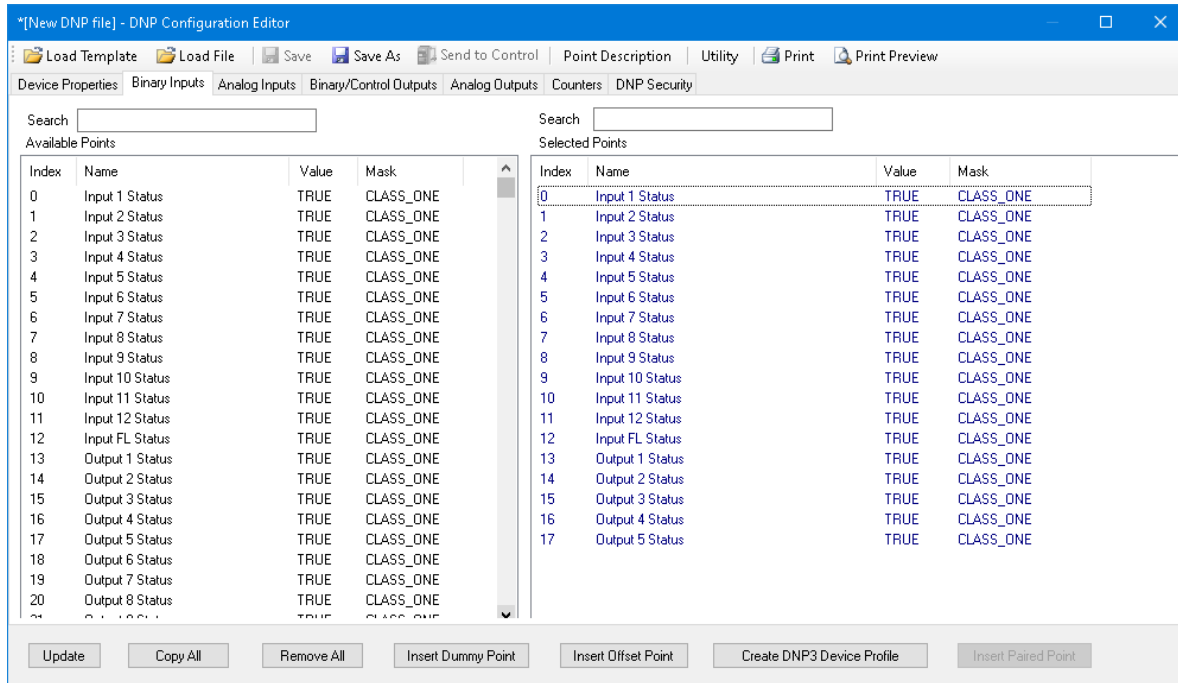

Figura 1-2 Editor de configuración DNP – Pestaña de Entradas binarias
2. Seleccione **Load Template/M-7651A Default** desde la barra de menú con el configurador DNP. Seleccione la pestaña de **Binary Inputs**, Figura 1-2 es desplegada. La lista de Puntos Disponibles para cada Grupo de Puntos DNP también será poblado.